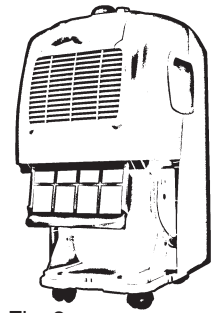

Fig. 8
Ziehen Sie die Filterkassette heraus und entfernen Sie den Kohlefilter (C) (Fig. 8, 9). Verwenden Sie einen Staubsauger oder spülen Sie den Filter leicht mit Wasser ab. Sollte der Filter sehr verschmutzt sein, verwenden Sie warmes Wasser und ein mildes Spülmittel. (Fig. 10) Der Filter muß durch und durch trocken sein bevor er in den Entfeuchter zurückgesetzt werden kann. Setzen Sie den Filter nicht direkter Sonnenstrahlung aus!